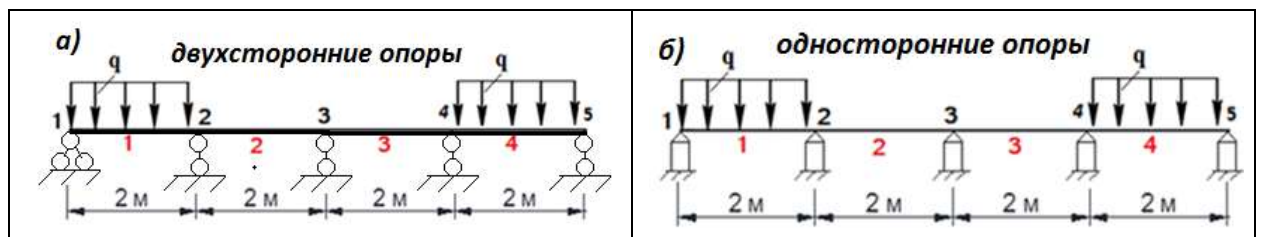

Рис.5
5.1 На рис. 5а представлена неразрезная балка с пятью двухсторонними опорами, а на рис.5 б с пятью односторонними опорами (упорами). В системе Mathcad необходимо выполнить сравнительный расчет напряженно-деформированного состояния (НДС) двух балочных систем. Расчет системы с односторонними связями выполнить методом итераций на основе метода сил.